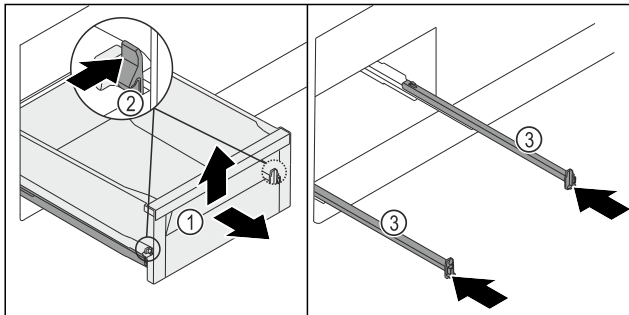

Fig. 134
- Витягніть висувний ящик Fig. 134 (1) до упору.
- Одночасно втисніть лівий і правий затискачі Fig. 134 (2) всередину.
- Висувний ящик Fig. 134 (1) від'єднується від рейок.
- Підніміть висувний ящик Fig. 134 (1) спереду.
- Вийміть висувний ящик Fig. 134 (1) рухом уперед.
- Всуňte рейки Fig. 134 (3).